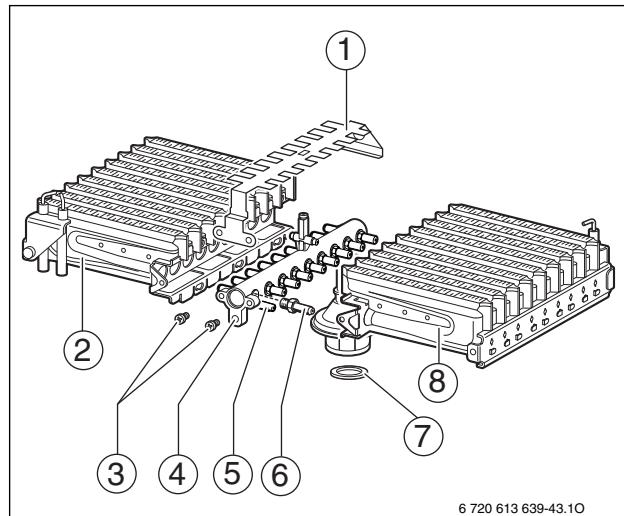

Рис. 34
- ▶ Демонтировать горелку (→ рис. 34, поз. 2 и 8 / → глава 12.2.1).
- ▶ Заменить форсунки (6).
- ▶ Установить горелку (→ рис. 34, поз. 2 и 8).